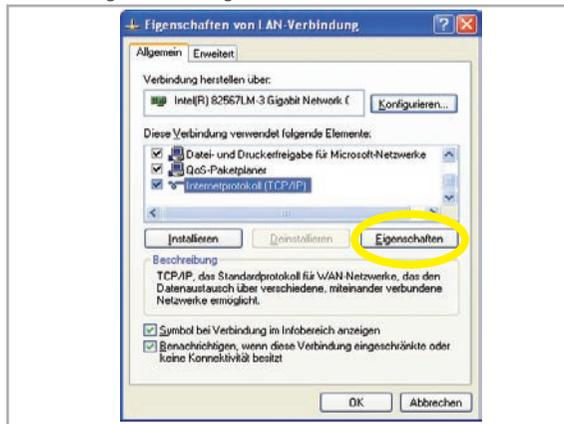

Abbildung 115
- Klicken Sie mit der Maus doppelt auf ihre Verbindung. Es öffnet sich folgendes Dialogfenster (Abb. 115).